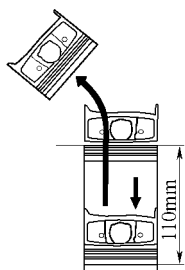

图 1-121 将活塞环推到稍超过活塞行程底部
1) 将活塞环装入气缸，使用活塞将活塞环推到稍超过活塞环行程终迹的底部，并离开气缸体顶部的距离，如图 1-121 所示。